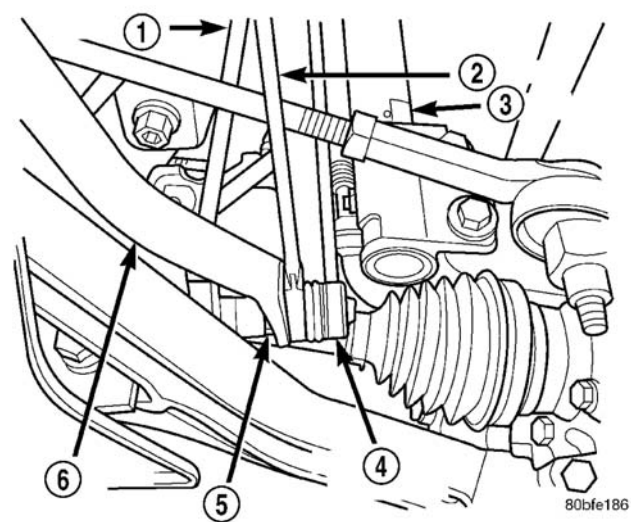

图 33 稳定杆连杆连接至稳定杆
注意：从稳定杆连杆的球销上取下螺母时，勿使球销在球头内旋转。用开口扳手夹住球销上加工的平台，固定住球销，不让它转动（图 33）。
（5）从稳定杆的每端卸下稳定杆连杆（图 33）。在拆卸时，将开口扳手插入连杆的安装球销内加工的平台，然后在保持扳手不动的同时，拆下螺母。将每个球销推出稳定杆内的孔。
(4) 将稳定杆连杆固定球销安装到稳定杆每端的孔中（图 33）。
注意：当在稳定杆连杆固定球销上安装螺母时，勿使球销在球头内旋转。用开口扳手夹住球销上加工的平台，固定住球销，不让它转动（图 33）。